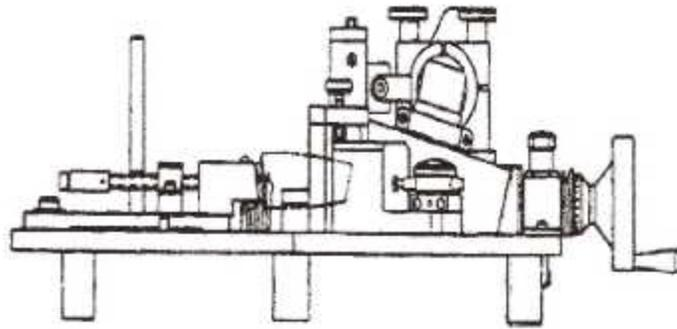

Fig. IV. 6 : La Meuleuse de la Pointe de l'Ailette, 856A4055G12).
- Procédure alternative Disponible. On meule chaque nouvelle ailette. on utilise la meuleuse de la pointe de l'ailette **La Meuleuse de la Pointe de l'Ailette, 856A4055G12** (fig. IV. 6). Afin que la longueur radiale de l'ailette lame du remplacement soit la même longueur ou légèrement plus longtemps que l'ailette qui a été enlevé.